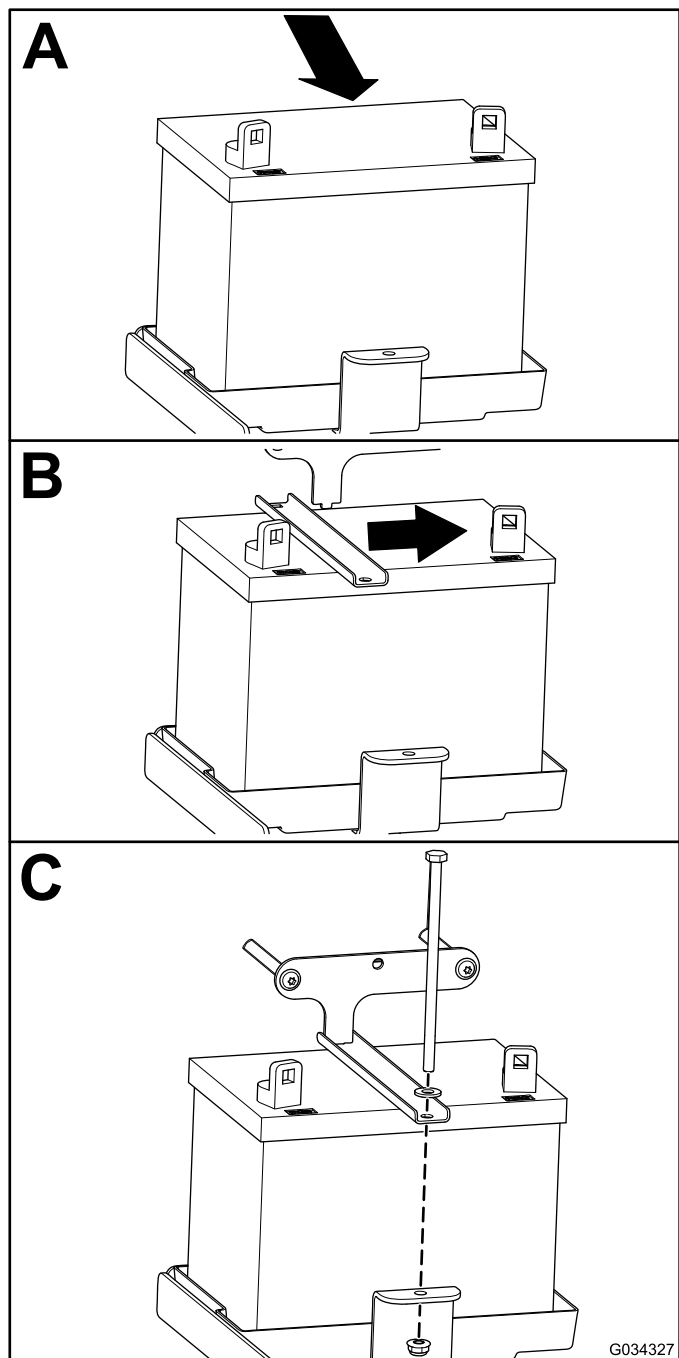

Figura 49
1. Montate la batteria come illustrato nella Figura 49.